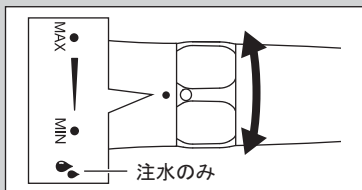

図 8
- ・パウダー噴射量は流量調整リングで調整することができます（図8）。通常はMAXに合わせて使用し、歯肉や患者の状態に応じて調整してください。